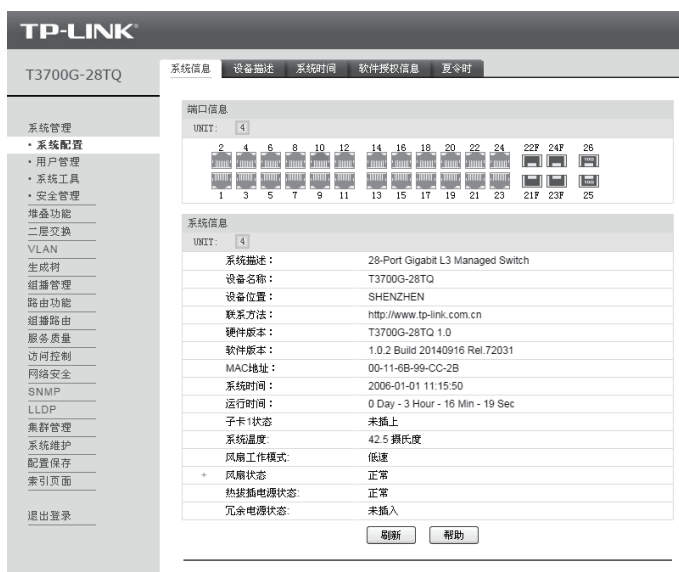

图5-4 交换机管理界面首页
4. 经过上述步骤即可进入交换机管理界面首页, 如图5-4所示。点击左上角的TP-LINK商标可以访问本公司官网首页 (<http://www.tp-link.com.cn>); 点击主页左侧的主菜单栏则可进行相应功能的配置。